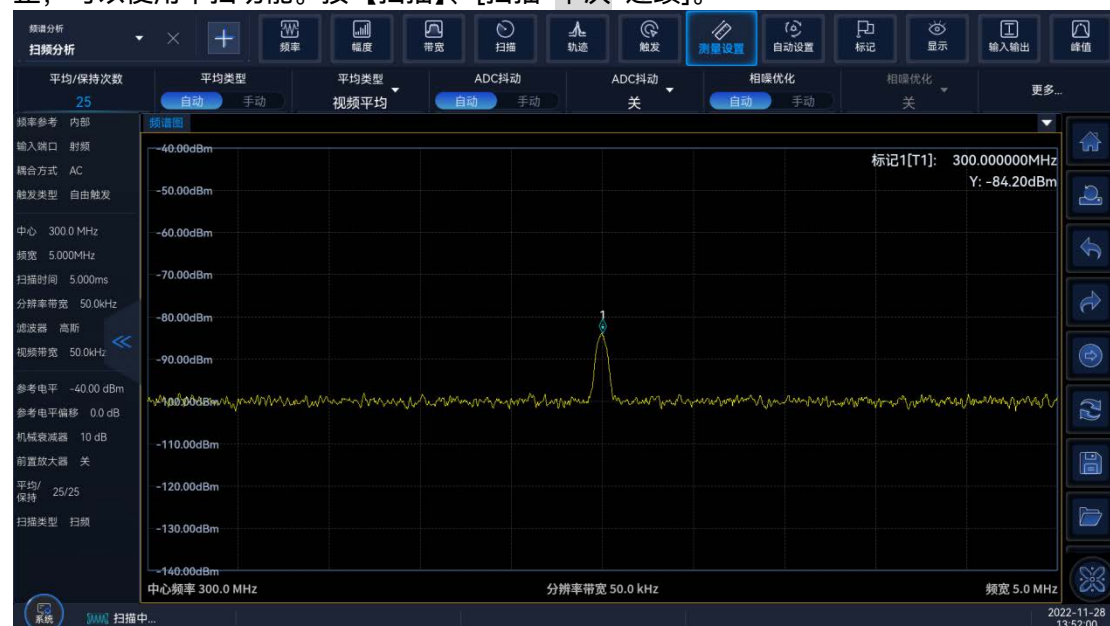

图 4.9 采用轨迹平均测量小信号
- 从前面板的数字输入区输入数字 25，按【←】，或软菜单中[确认]键，如图 4.9。